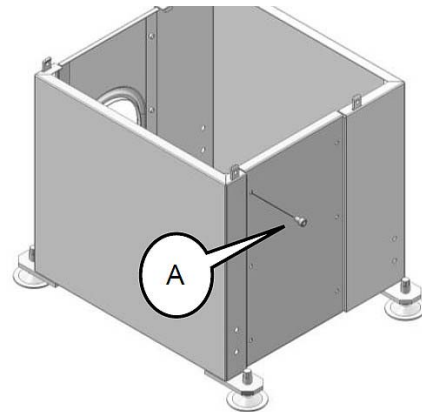

Abb. 7: Maschinenuntergestell montieren
Schritt 2: Das Maschinenuntergestell mit 12 Innensechskantschrauben (A, Abb.7) montieren.